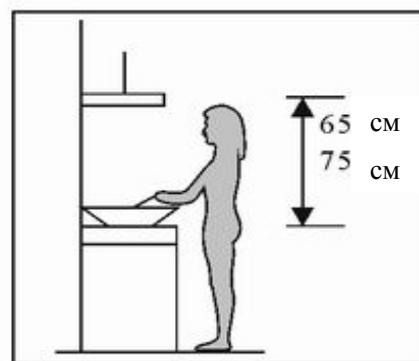

Рис. 1
3.1 Для большей эффективности кухонную вытяжку следует поместить на расстоянии 65-75 см (26-30 дюймов) от варочной поверхности. См. Рис. 1.